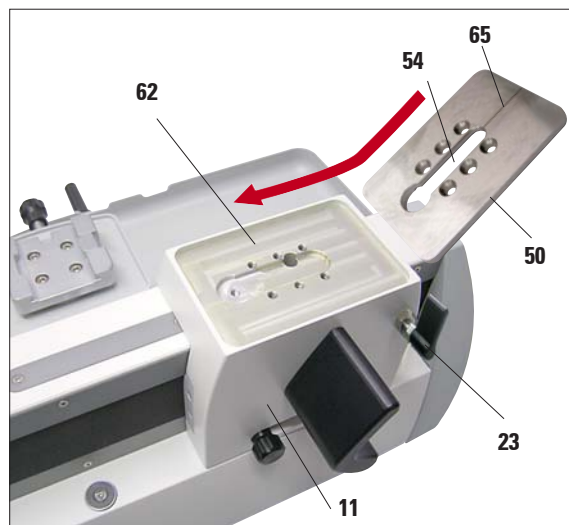

Fig. 15
- Comme indiqué à la Fig. 15, poser la plaque à rainures sur la surface utile. Veiller à ce que l'ouverture ronde (56) pour l'introduction de la pièce en T dans la rainure (54) destinée à l'introduction du porte-lame soit orientée vers l'avant (Fig. 16).